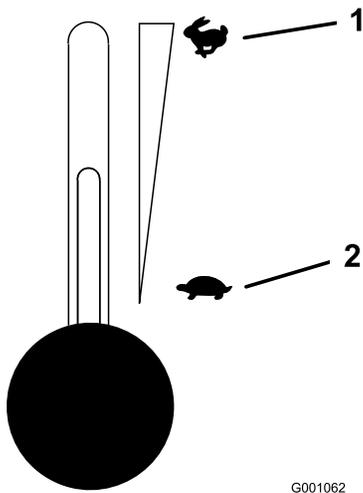

Figure 16
5. Placez la commande d'accélérateur à la position haut régime pour démarrer à froid (Figure 16).
- Réglez la manette d'accélérateur à mi-course entre les positions bas et haut régime (Figure 16).